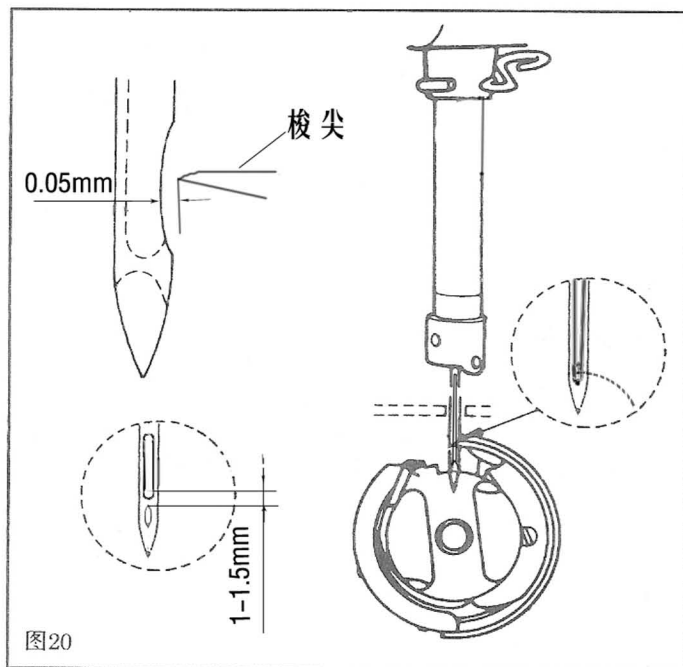

图20
14. 针与旋梭的关系(图 20)
14. NEEDLE-TO-HOOK RELATIONSHIP (Fig.20)